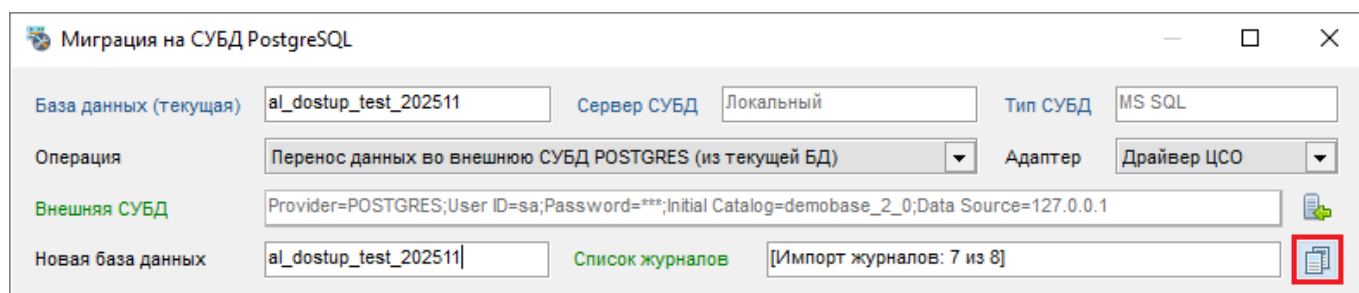

Рисунок 4-91 Вызов окна "Выбор журналов для переноса"
- 9) чтобы выбрать журналы для переноса данных из них при миграции, нажмите кнопку  «Выбор журналов» (см. Рисунок 4-91);